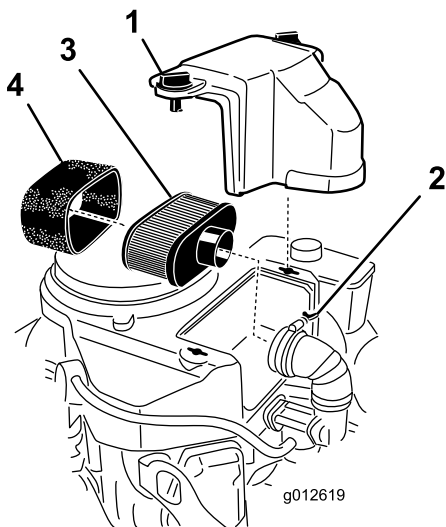

Figura 23
3. Limpie la zona alrededor del limpiador de aire para evitar que entre suciedad en el motor y cause daños (Figura 23).
4. Desenrosque los pomos de la tapa y retire la tapa del limpiador de aire (Figura 23).
5. Desenrosque la abrazadera y retire el conjunto del limpiador de aire (Figura 23).
6. Retire cuidadosamente el filtro de gomaespuma del filtro de papel (Figura 23).
**Importante:** No limpie el filtro de papel, cámbielo (Figura 23)
1. Deslice cuidadosamente el elemento de espuma sobre el elemento de papel del limpiador de aire (Figura 23).
2. Coloque el conjunto del limpiador de aire sobre la base del limpiador de aire y fíjelo con 2 tuercas de orejeta (Figura 23).
3. Coloque la cubierta del limpiador de aire y apriete el pomo de la cubierta (Figura 23).